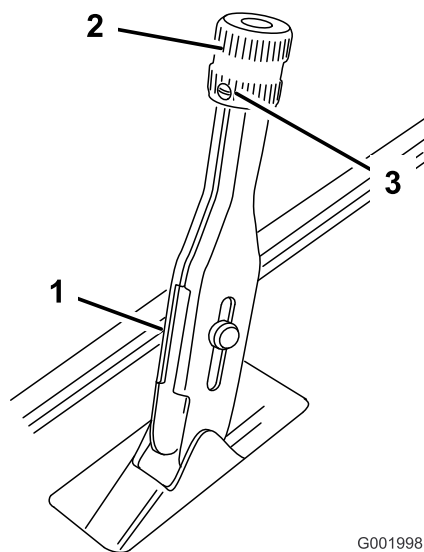

Figura 62
1. Allentate la vite a pressione che fissa la manopola alla leva del freno di stazionamento (Figura 62).